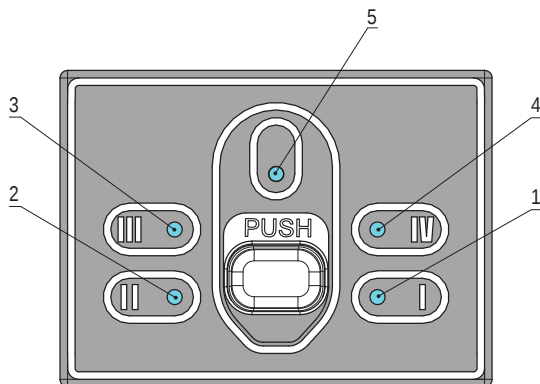

Рис. 15
Световая индикация для каждого из блоков фильтрации индивидуальна (рис. 15): модулям K2 и K5 блока предфильтрации соответствуют индикаторы 1 и 4, блоку обратноосмотических мембран – индикаторы 2 и 3.
**Световой индикатор 5** (см. рис. 15) начнет мигать в случае возникновения неисправности, в остальное время он горит непрерывно, что свидетельствует о подключении DWM к сети электропитания.